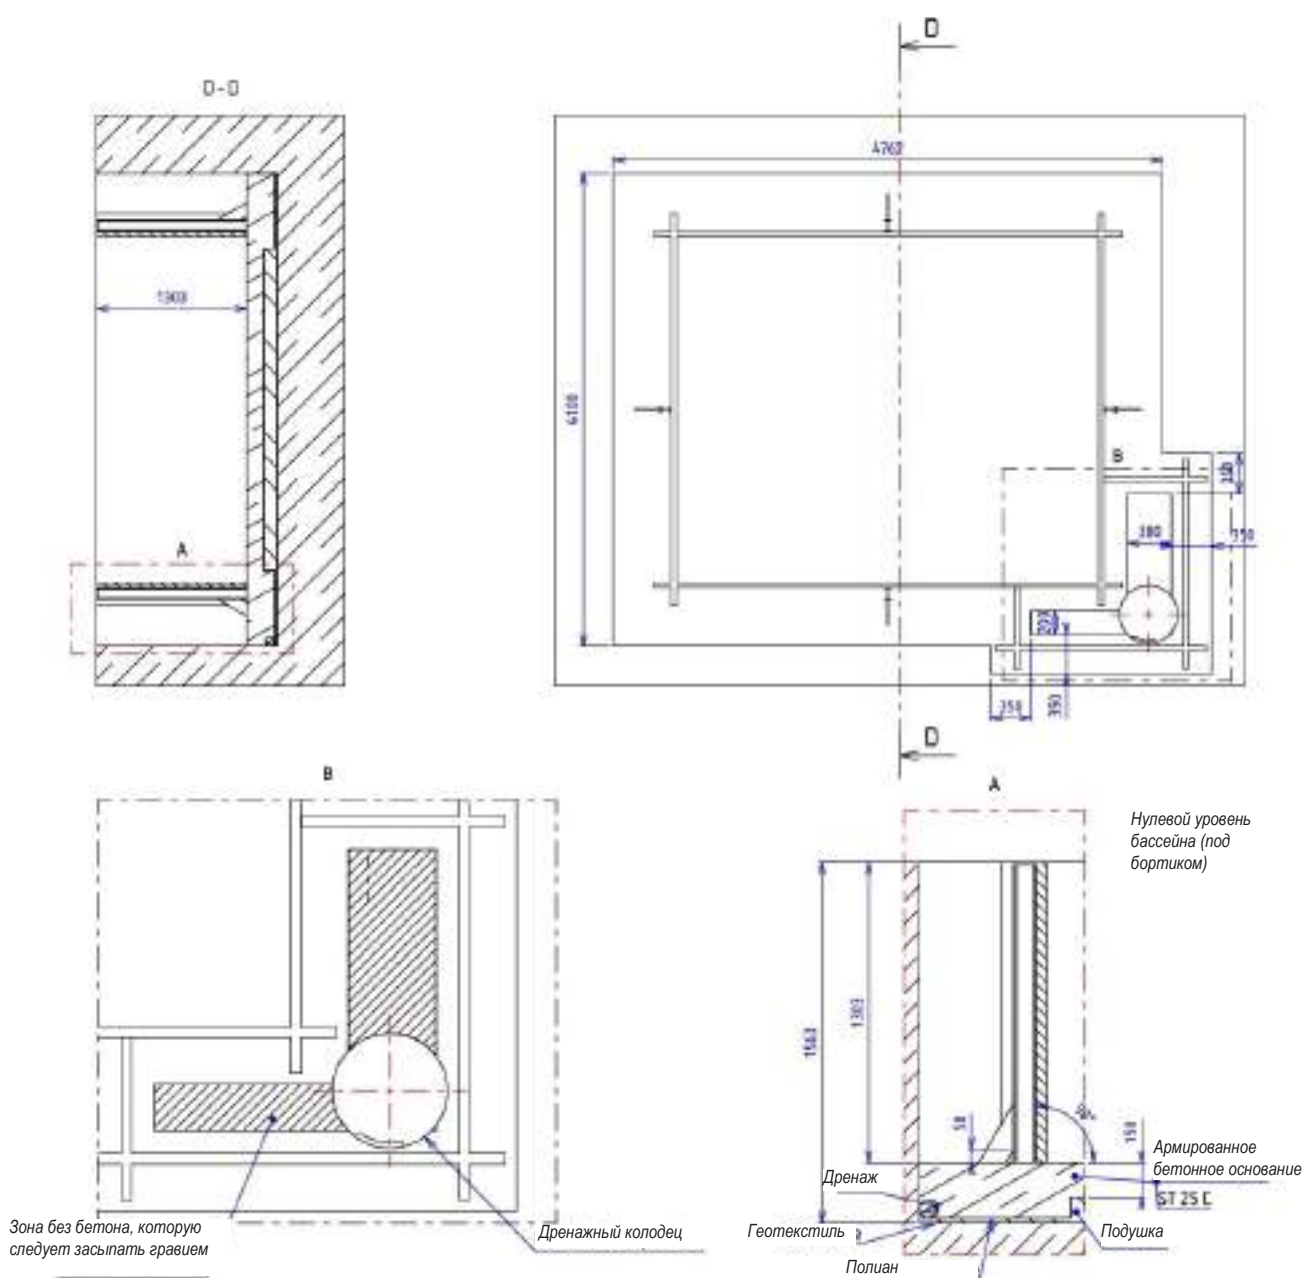

Figure 5 – Характеристики бетонного основания
**СОВЕТ.** Опорные стойки можно использовать, чтобы наглядно обозначить нужную высоту бетонного основания. Для этого используйте в качестве исходного уровня нулевой уровень бассейна (уровень нижнего края бордюра, см. *Рисунок 5*), отмерьте от него 1,303 м и проведите линию на этом уровне по передней поверхности опорной стойки. Эта линия и будет обозначать высоту бетонного основания.
Характеристики бетонного основания указаны на **Рисунок 5**. Размеры основания таковы, что нижние края (ножки) деревянной лестницы снаружи бассейна не стоят на бетонном основании. Тем не менее, рекомендуем по возможности установить их на твердом элементе (например, основании или бетонных блоках).
При заливке бетонного основания по всей площади дна котлована убедитесь в том, что верхняя арматура правильно забетонирована: слой бетона над арматурой должен быть не менее 3 см. Для определения глубины заливки основания используйте **Рисунок 5** Толщина основания должна составлять 150 мм, а расстояние от его поверхности до верхнего края котлована должно составлять 1303 мм, если вы хотите углубить бассейн.